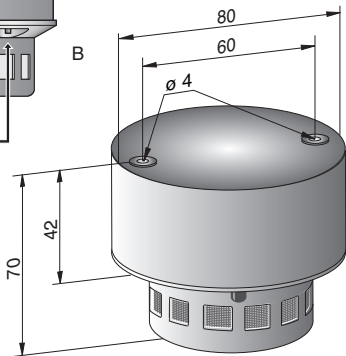

Abb. 2
- Den Sockel mit dem beiliegenden Montagematerial am jeweiligen Montageort anbringen (Maße siehe Abb. 2).
- Abschließend die Funktion des Gaswächters nach einer Anwärmphase von 2 Minuten mit dem Testknopf (3) prüfen.